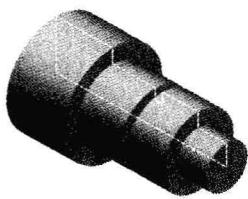

图 1-7 “制陶转盘”法
2. “制陶转盘”法 制陶转盘法以一个简单的旋转特征创建零件,如图 1-7 所示。一个单个草图表示一个切面,它包括在一个特征里完成该零件所需的所有信息及尺寸。尽管这种方法看上去很有效,但是大量的设计信息包含在单个特征中,限制了模型的灵活性而且修改时很麻烦。